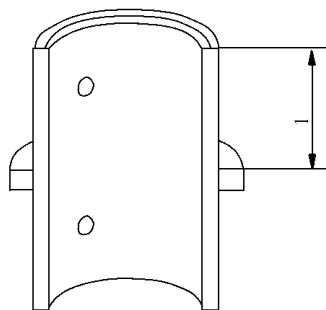

图 4-66 测量定距环上的距离 1
4) 如图 4-66 所示，测量定距环套上的距离。如果距离不符合标准，则换上一个新的定距环套。如果距离符合标准，则转到第 5) 步。标准值：24.03 ~ 24.06mm。